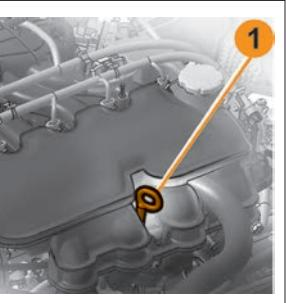

Рис. 4. Проверка уровня масла в картере двигателя
**В вариантом исполнении** автомобиля LADA Vesta для зарядки аккумуляторов внешних периферийных устройств (ноутбук, планшетный компьютер, смартфон) предусмотрена розетка USB (рис. 4, поз. 2) с номинальным напряжением 5 вольт (V) и номинальным током нагрузки не более 2 ампер (A). Для подключения заряжаемого устройства должен быть использован разъем USB, тип А.